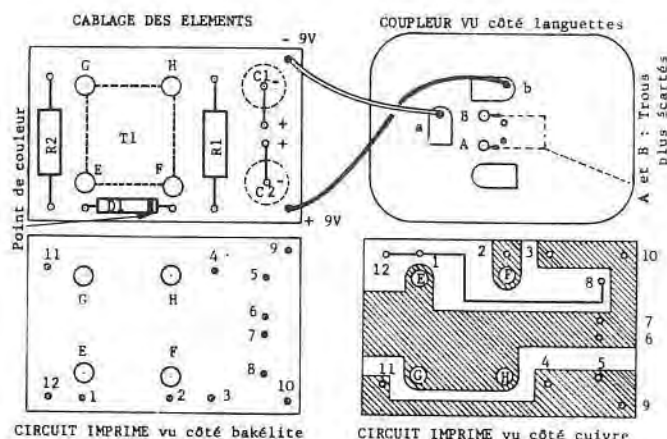

Figure 3
() Placez la résistance R2 = 47 Ω ½ W entre les trous 11 et 12 (à plat) (Jaune - Violet - Noir) (fig. 3)
- () - le câblage correct des languettes a et b (fig. 3).
() - contrôlez aussi, à l'aide d'une ampoule 12 V/0,1 A (ou de deux ampoules 6 V en série) que celle-ci s'allume bien, quand elle est branchée aux bornes A et B du coupleur (figure 3).